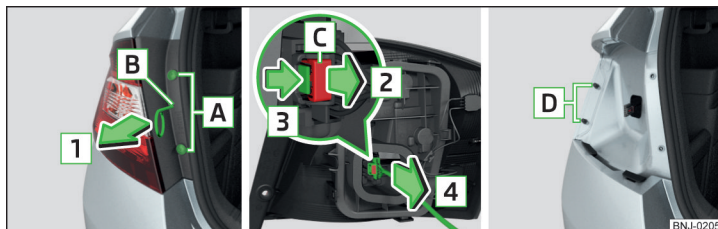
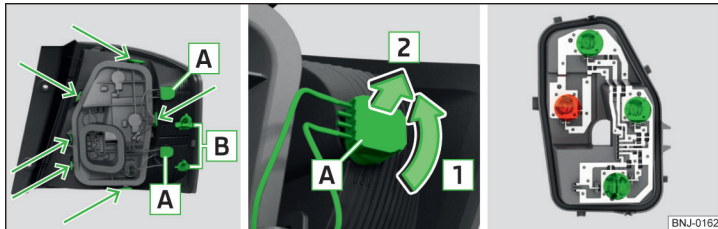

Fig. 216 Afmontering af lygte / Sådan trækkes stikket af.
Fig. 217 Yderste del af lygte / Udtagning af pære / Pæreholder
- Hold lygten fast med håndfladen, og træk den forsigtigt af stifterne **D** i pilens retning **1** » Fig. 216.
- Fastgør låsemekanismen modsat pilens retning **2** » Fig. 216.
- Sæt lygten med åbningerne **B** » Fig. 217 på side 188 på stifterne **D** » Fig. 216 i karrosseriet.
- › Drej fatningen inklusive pære **A** i pilens retning **1** » Fig. 217.
- › Drej fatningerne i pilens retning **1** sammen med pærerne **A** » Fig. 217.
- › Løsn pæreholderen i de områder, der er markeret med pile » Fig. 217.